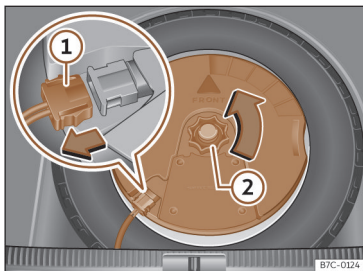

Fig. 207 Dans le coffre à bagages : démonter le subwoofer.
- Déconnectez le câble du haut-parleur subwoofer >>> fig. 207 ①.
- Dévissez la molette de fixation en la tournant dans le sens inverse des aiguilles d'une montre >>> fig. 207 ②.